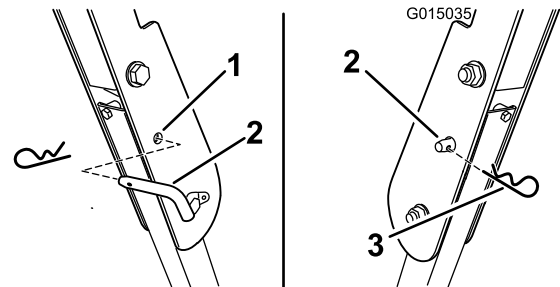

Figura 11
3. Instale los pasadores de bloqueo. Sujete los pasadores con las chavetas (Figura 11).